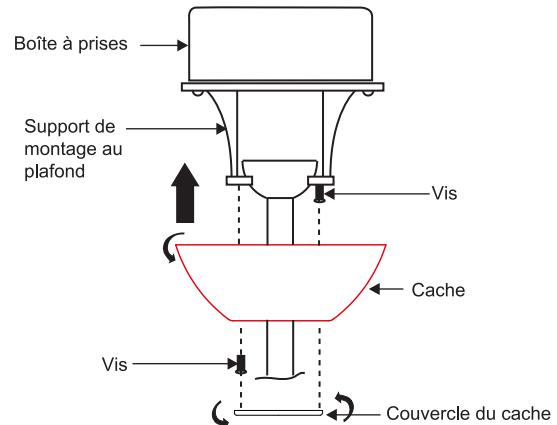

Fig. 14
Tournez le cache jusqu'à ce que la tête de la vis soit verrouillée en place à la section étroite du trou de serrure. Voir la figure 14.
**REMARQUE:** Régler les vis du cache jusqu'à ce que le cache et le couvercle du cache soient ajustés correctement (Fig. 14).